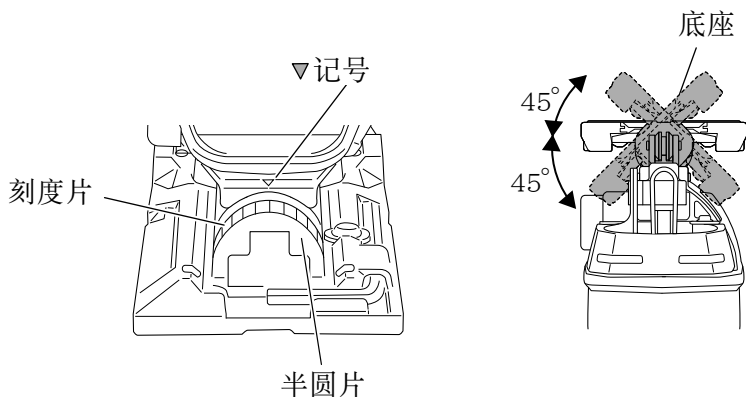

图 29
- (2) 利用后表面上的 [▽] 符号，调整底座半圆片的刻度 (从 0 度到 45，每次增加 15 度)。(图 29)